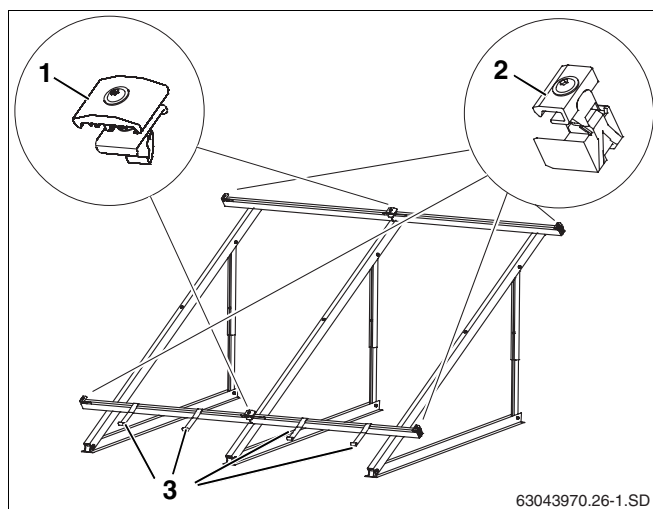

Fig. 43 Elementi di fissaggio per il collettore
Il fissaggio dei collettori sulle guide profilate avviene per mezzo dei giunti di collegamento unilaterali (fig. 43, **pos. 2**), all'inizio e alla fine di una serie di collettori, e giunti di collegamento bilaterali (fig. 43, **pos. 1**) tra un collettore e l'altro.
Inoltre, le sicurezze anti scivolamento (fig. 43, **pos. 3**) impediscono al collettore di scivolare.